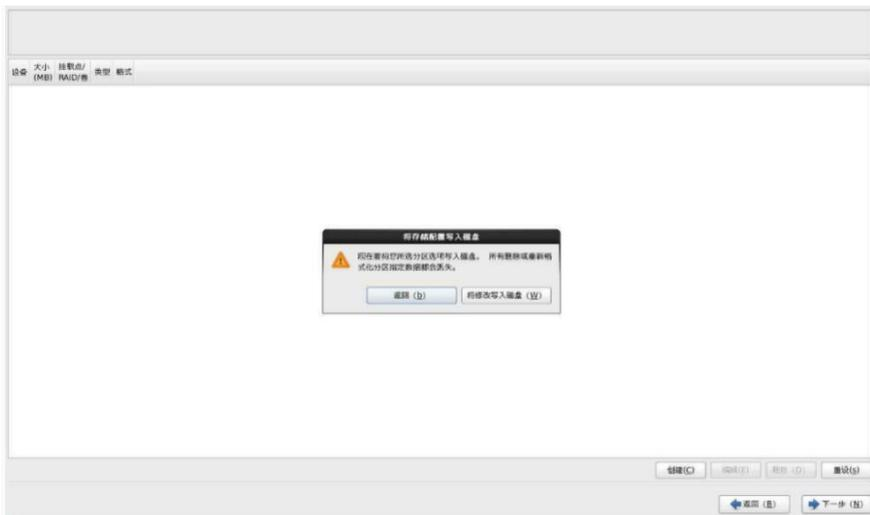

图 6-36
q. 单击下一步，系统会提示对磁盘进行格式化，请在此步骤操作前，确认磁盘中的数据已经备份后，单击将修改写入磁盘。如图 6-36 所示。